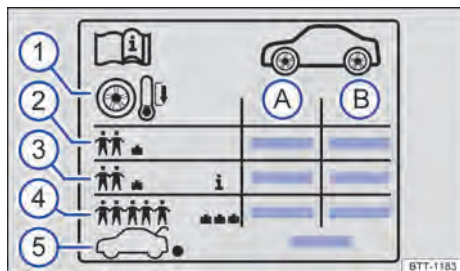

Fig. 154 Etiqueta com as pressões dos pneus.
Indicações na etiqueta de pressão dos pneus → Fig. 154:
- Adequar a pressão dos pneus sempre à condição de carga do veículo → Fig. 154 ③.